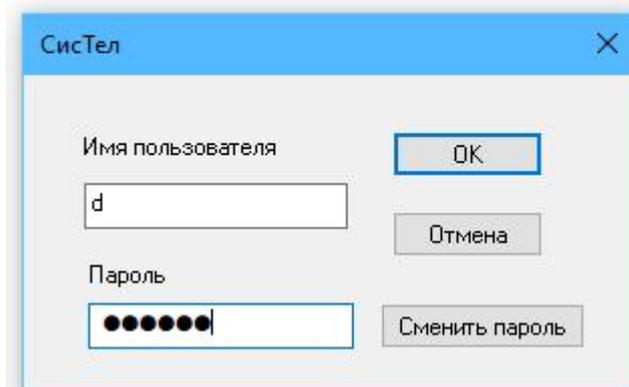

Рисунок 124 – Окно авторизации пользователя
- в появившемся окне «СисТел» (рисунок 124) ввести пароль для допуска к управлению сигналами. Нажать кнопку «ОК»;